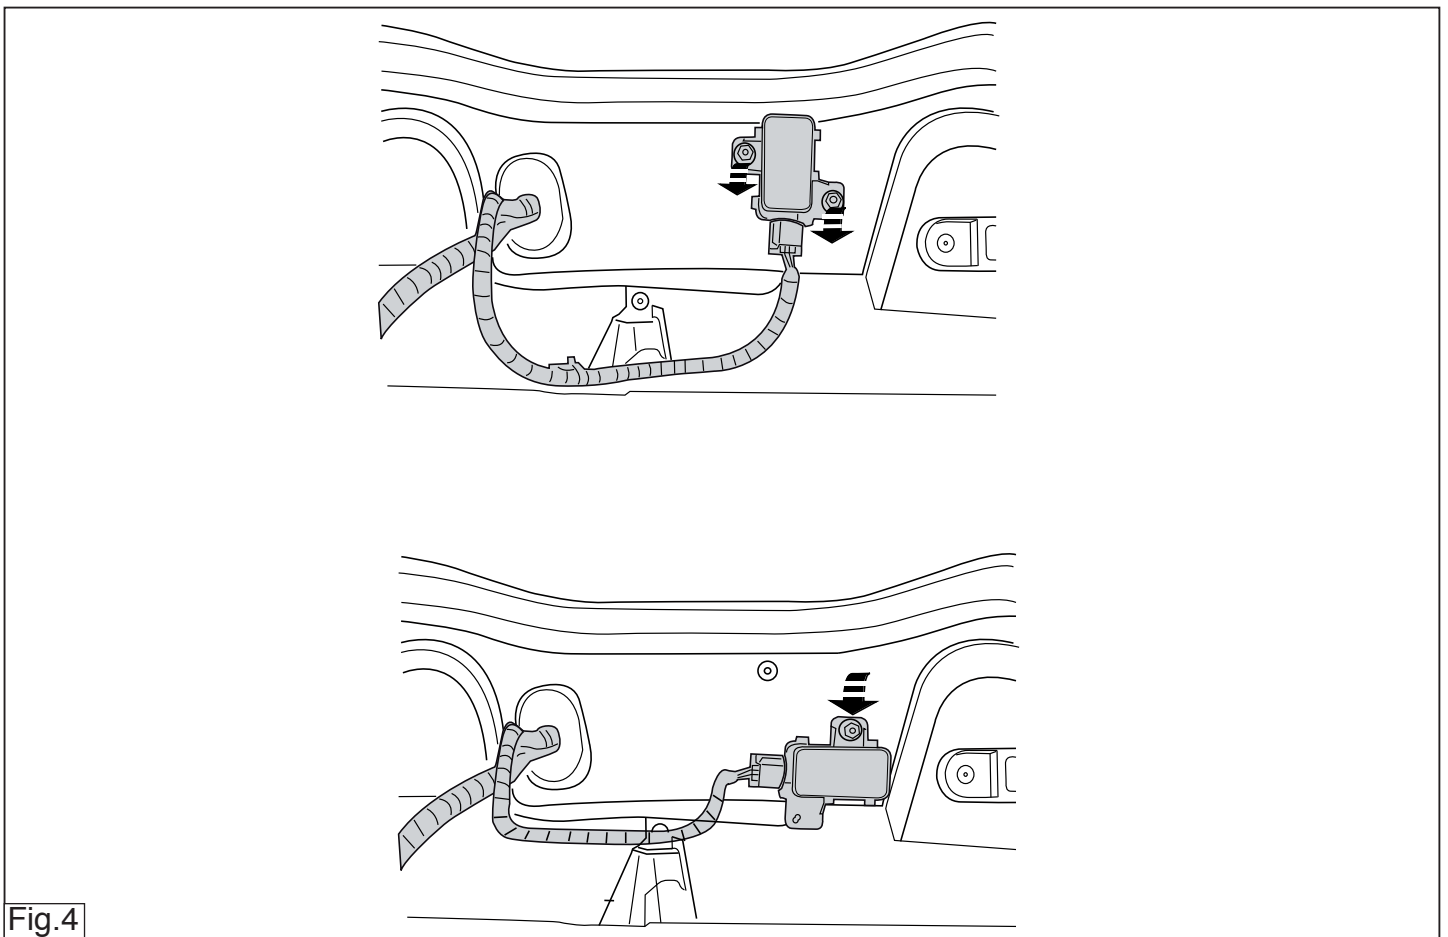

Fig.4
3. Please note: if present Remove the sensor and reattach after having turned it 90 degrees. See figure 4
3. Achtung, wenn vorhanden: Den Sensor abmontieren und um 90 Grad gedreht wieder befestigen. Siehe Abbildung 4
à 90 degrés. Voir la figure 4